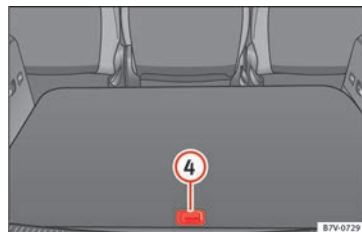

Abb. 187 Weitere Ablagefächer im Gepäckraumboden.
Ablage hinten öffnen » Abb. 187 ④:	▷ Hinteren Teil des Gepäckraumbodens mit dem Griff nach oben ziehen.